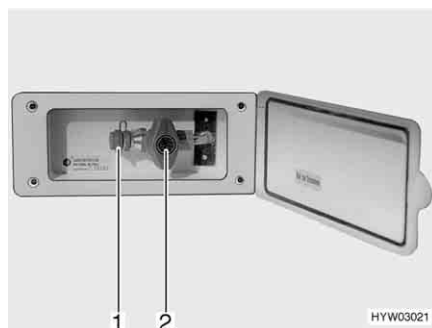

Bild 159 Extern gasanslutning, gasavstängningsventilen stängd
Den externa gasanslutningen (Bild 159) befinner sig, beroende på modell, på fordonets bakdel eller på fordonets vänstra resp. högra sida.
- Anslut den externa gasapparaten till anslutningar (Bild 159,1).
- Öppna gasavstängningsventilen (Bild 159,2).